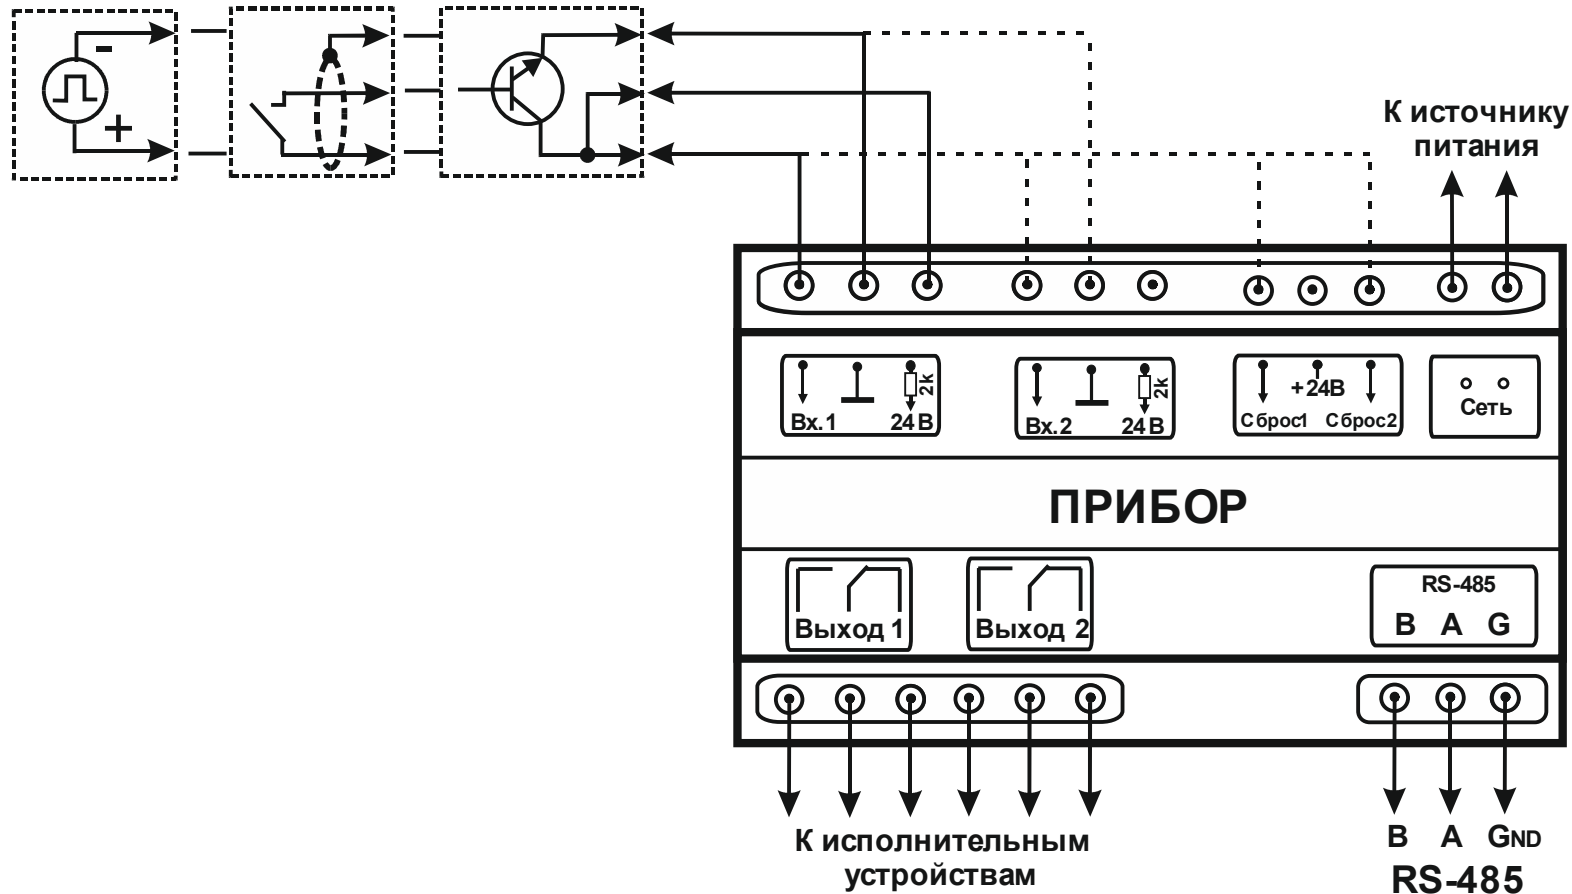

Рисунок 8.1 – Схема подключения прибора
8.3 Произведите подключение входного датчика с учетом расположения клеммников на задней панели прибора (см. рисунок 8.1).
8.4 Подключите прибор к источнику питания и исполнительному устройству (см. рисунок 8.1).